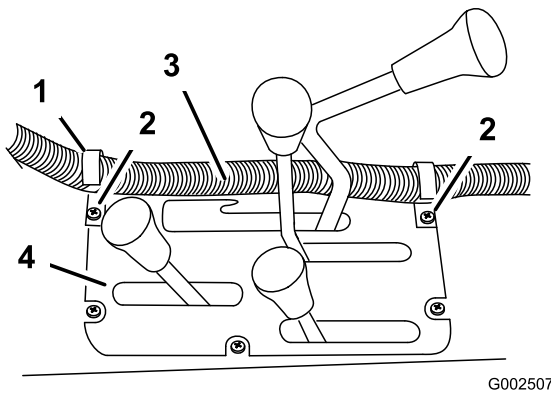

図 26
- 既存のねじを使って、Jクリップ 2個をセンターコンソールに図 26のように取り付ける。